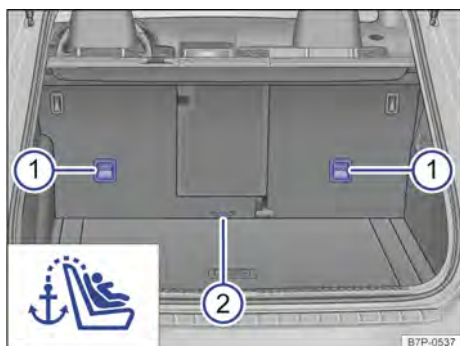

Fig. 28 Lado de trás do banco traseiro: olhais de retenção para o cinto de fixação superior.
- Conduzir o cinto de fixação superior (Top Tether) da cadeira de criança para trás, no compartimento de bagagem, e enganchar no olhal de fixação correspondente do encosto do banco traseiro → Fig. 28 ① ou ②. O olhal de retenção ② central deve ser primeiramente puxado um pouco para fora.